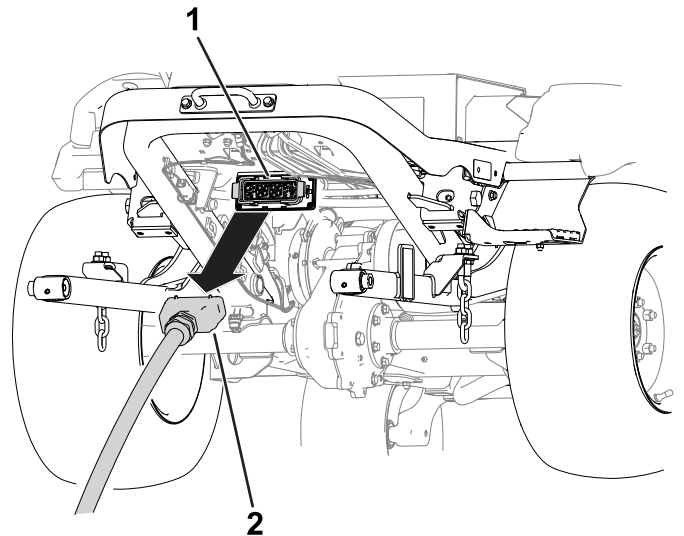

Figura 20
5. Deconectai conectorul unității de tăiere de la conectorul mainii (Figura 20).